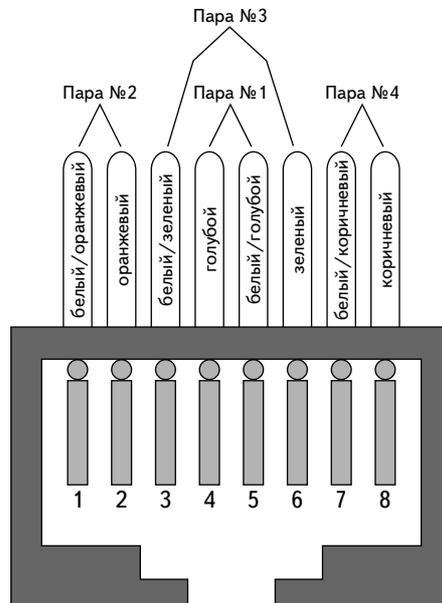

Рис. 19.16. Подключение кабеля по стандарту EIA 568B
Таким образом, если смотреть на разъем RJ-45 сзади и слева направо, то кабель будет подключен следующим образом: белый/оранжевый, оранжевый, белый/зеленый, голубой, белый/голубой, зеленый, белый/коричневый, коричневый (рис. 19.16).
Разводка пересекающегося кабеля приведена в табл. 19.6. В ней представлено расположение выводов разъема одного конца кабеля; монтаж другого конца должен быть выполнен согласно стандарту EIA 568B (см. рис. 19.16).
8. Вставьте кабель со стороны зажима разъема RJ-45 (рис. 19.21). Убедитесь, что провода расположились в соответствии со стандартом EIA/TIA 568B *перед* тем, как поместить провода в разъем (см. рис. 19.16).